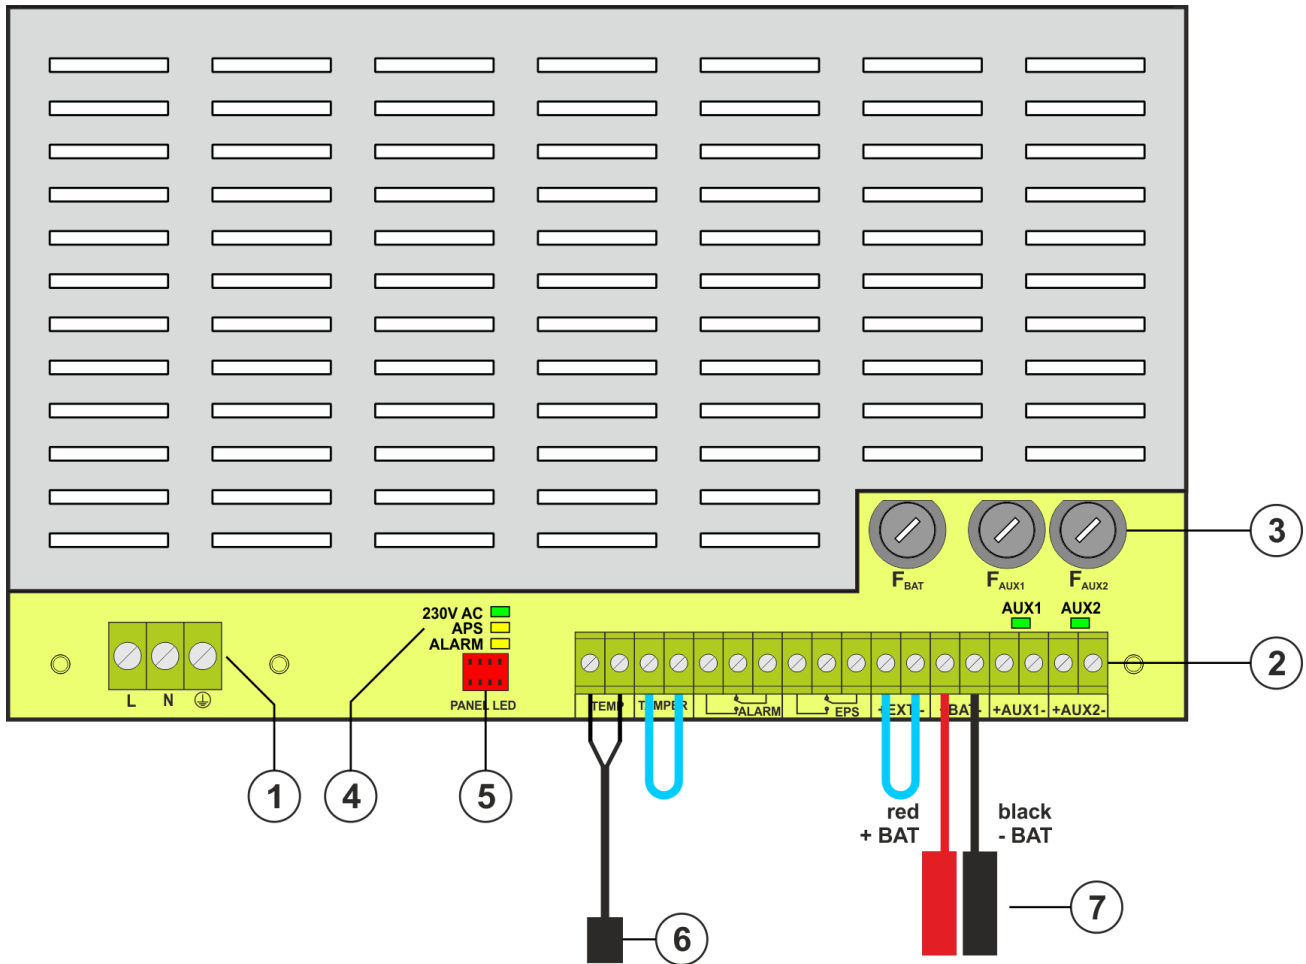

Abb. 2. Ansicht des Moduls des Netzteils auf dem Sockel EN54C-2A7.
Tabelle 1. Elemente des Netzteils (Abb. 2).
①	Netzteil (Tab. 1, Abb. 2)
②	Messfühler der Akkutemperatur
③	Batterie-Konnektoren: Plus: +BAT = rot, Minus: - BAT = schwarz
④	Platz für die Montage zusätzlicher Module
⑤	TAMPER; Mikroschalter für Anti-Sabotage-Schutz (Konnektoren) (NC)
⑥	Platz fürs Akku
⑦	Ausbohrung zur Montage der Kabelverschraubung
⑧	Ausbohrung zur Durchführung der UP Leitungen
⑨	Schloss